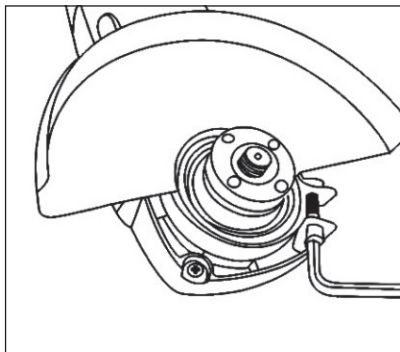
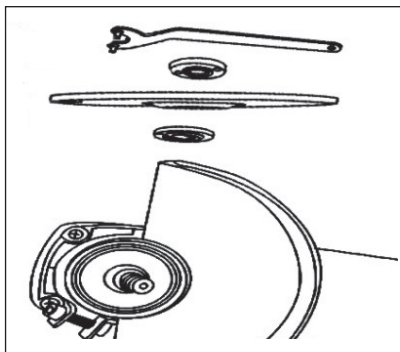

Рис. 1
Рис. 2
Установите кожух диска, выровняв выступ на полоске кожуха диска с выемкой в редукторе. После этого поверните кожух примерно на 180°. Обязательно крепко затяните фиксирующий винт (Рис.1 и Рис.2). Для снятия кожуха выполните операции в обратном порядке.
1) Установите внутренний фланец на шпindel. Наденьте круг на внутренний фланец и накрутите стопорную гайку на шпindel. (Рис.2).